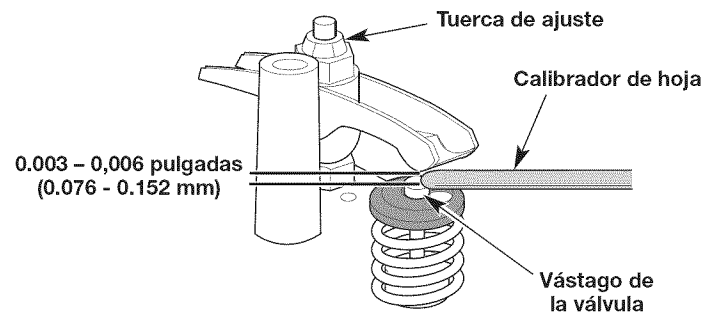

Fig. 26
8. Use un calibrador de hoja para medir la holgura entre uno de los vástagos de las válvulas y su balancín correspondiente (Fig. 26). Repite este proceso para el otro vástago de la válvula y el balancín. La holgura recomendada es de **0.003 pulgadas a 0.006 pulgadas (de 0.076 mm a 0.152 mm)**. Use un calibrador de hoja automotriz estándar de **0.005 pulgadas (0.127 mm)**. El calibrador de hoja debe deslizarse entre el balancín y el vástago de la válvula con una ligera resistencia, sin doblarse (Fig. 26).
- a. Gire la tuerca de ajuste utilizando una llave de 5/16 de pulgada (8 mm) o un impulsor de tuercas (Fig. 26).